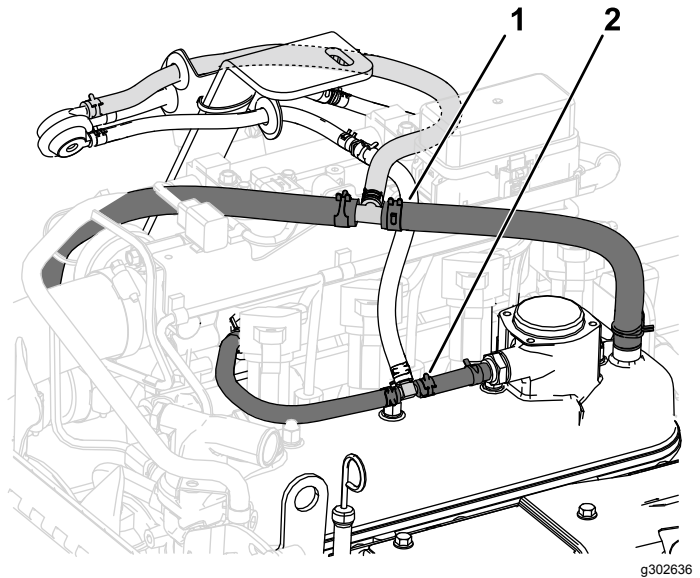

Figura 7
- Conecte los extremos de ¼" del acoplamiento en T a los extremos cortados de la manguera de PCV con abrazaderas (½"), como se muestra en la Figura 7.
- Conecte los extremos de ½" del acoplamiento en T a los extremos cortados de la manguera de vacío con abrazaderas (13/16"), como se muestra en la Figura 7.